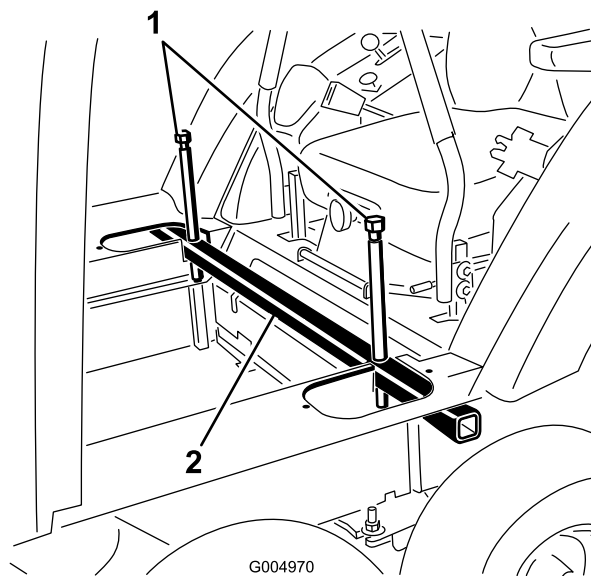

Figura 116
39. Allentate i bulloni di sollevamento e rimuovete il tubo del cavalletto della cabina dagli intagli nel pianale della cabina (Figura 116).